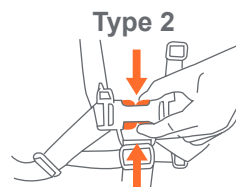

Fig. 14
- 14) • Pour libérer la ceinture, appliquer une pression aux deux côtés de chaque boucle male jusqu'à ce que la boucle soit libéré (Fig. 14).